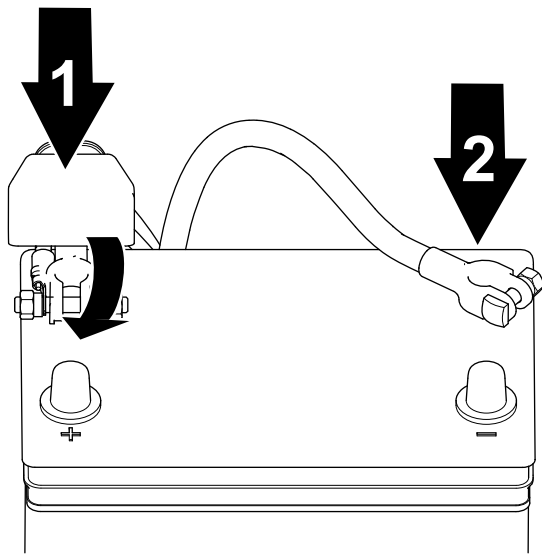

Figura 35
1. Conectai cablul pozitiv la baterie și strângeți piulia clemei bateriei (Figura 35).
2. Conectai cablul negativ la baterie i strângei piulița clemei bateriei (Figura 35).